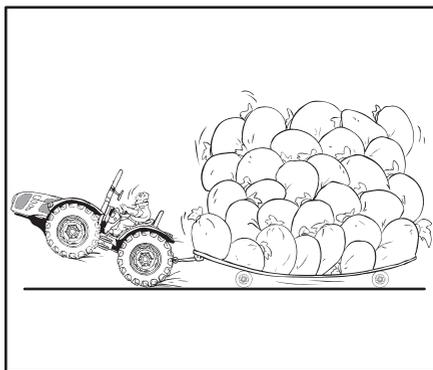

Fig. 2.15
- NON sovraccaricare e NON zavorrare oltre la capacità di carico del vostro trattore. Non aggiungere mai zavorre per compensare un sovraccarico. Ridurre il carico (Fig.2.15).